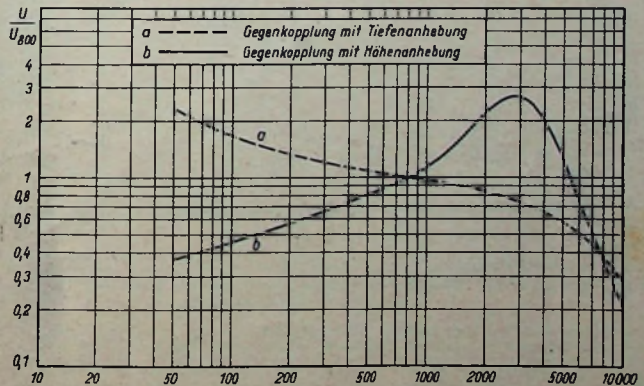
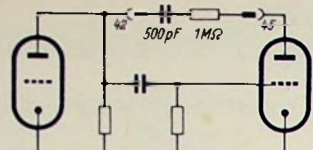
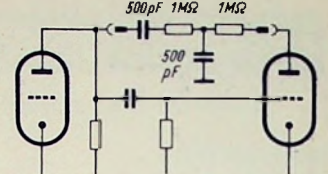

Bild 17. Frequenzkurven der verschiedenen Gegenkopplungen
Bild 20. Tiefenanhebende Gegenkopplung
Bild 21. Höhenanhebende Gegenkopplung
10. Frequenzabhängige Gegenkopplungen. Wird in den Gegenkopplungsweg nach Bild 20 ein Kondensator eingeschaltet, so bildet er einen größeren Widerstand für tiefe Frequenzen. Sie werden daher weniger gegengekoppelt und lauter wiedergegeben. Kurve a in Bild 17 zeigt die Wirkung; der Verlust tiefer Töne durch die zu kleine Impedanz im Ausgang konnte vollständig ausgeglichen werden. Es sind Kurven mit verschiedenen großen Gegenkopplungselementen aufzunehmen und auch die Wirkung gehörmäßig zu untersuchen.
11. Bei der Gegenkopplungsschaltung Bild 21 werden hohe Töne vor dem Erreichen des Gitters durch den Kondensator nach Erde abgeleitet und daher nicht gegengekoppelt. Ergebnis: Höhenanhebung nach Kurve b, Bild 17. Es sind ebenfalls wieder Kurven mit verschiedenen Werten aufzunehmen.